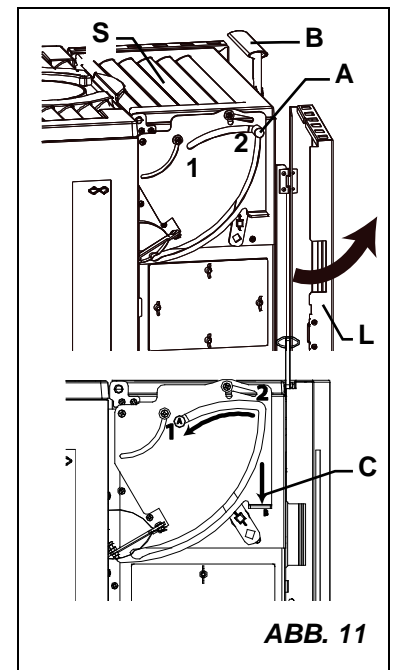

ABB. 11
- 1) Die seitliche Klappe für den Zugang zu den mechanischen Elementen öffnen (L ABB. 11);
- 2) Die korrekte Positionierung des Hebels A in Position 2 prüfen (ABB. 11);
- 3) Den Griff des Deckels vom Pelletstank B lösen, ABB. 11;
- 4) Den Tankdeckel öffnen (S);
- 7) Nun den Tankdeckel (S) schließen und mit dem Griff (B) versperren, um eine hermetische Abdichtung zu garantieren.
- 8) Einen leichten Druck auf den Punkt C ausüben, ABB. 11, um eine Bewegung des Knaufs A in die vom Pfeil angezeigte Richtung (Position 1) zu ermöglichen: auf diese Weise sinkt der Pellet aus dem Raum in den Tank;